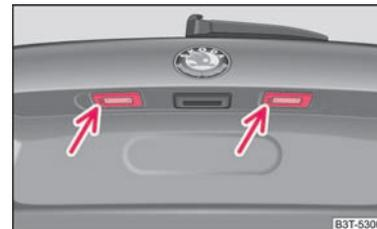

Abb. 223 Gepäckraumklappe: Kennzeichenleuchte
- Setzen Sie einen flachen Schraubendreher in die Öffnung an der Stelle des Pfeils ⇒ Abb. 223 und drücken Sie vorsichtig zur Mitte der Leuchte, die Leuchte springt etwas heraus.